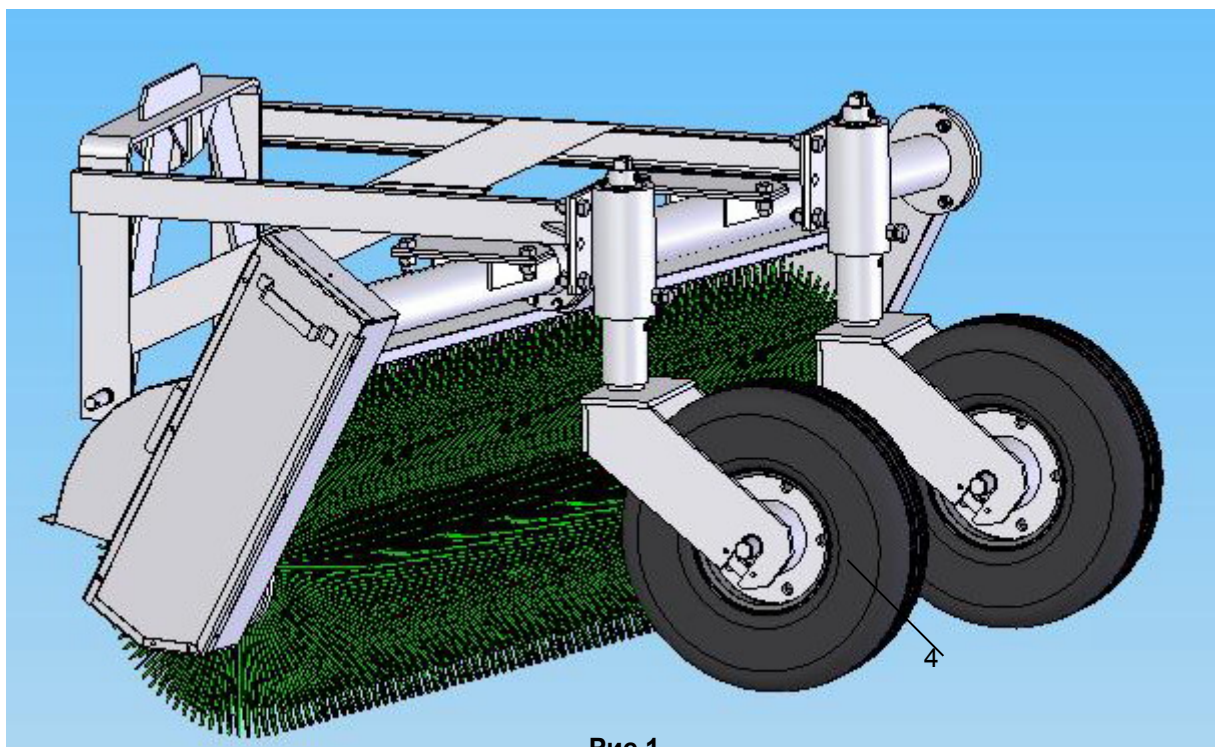

Рис.1
5. Редуктор цепной; 6. Кожух щётки; 7. Опора. (рис. 1.)